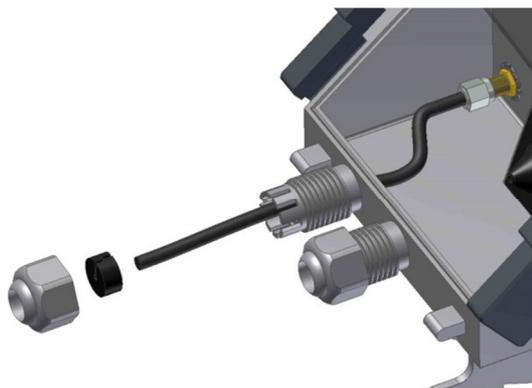

Fig. 13 – Installazione Antenna Esterna
- Svitare il passacavo e rimuovere il tappo ed il la guarnizione sezionata (fig. 13)